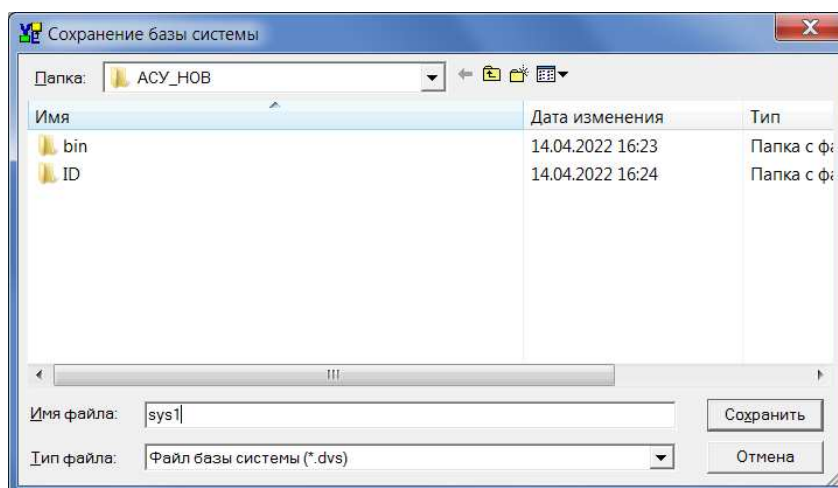

Рис. 3.1.39 – Окно «Сохранение базы системы»
- переключатель «Создать новую базу системы» – при выборе этого переключателя, открывается окно «Сохранение базы системы» (рис. 3.1.39). В поле «Имя файла» этого окна необходимо ввести имя файла базы системы и нажать кнопку «Сохранить». Файл будет сохранен на диск с этим именем с расширением «.dvs». В этом файле будут храниться данные системы, название которой вводится в поле «Название системы»;